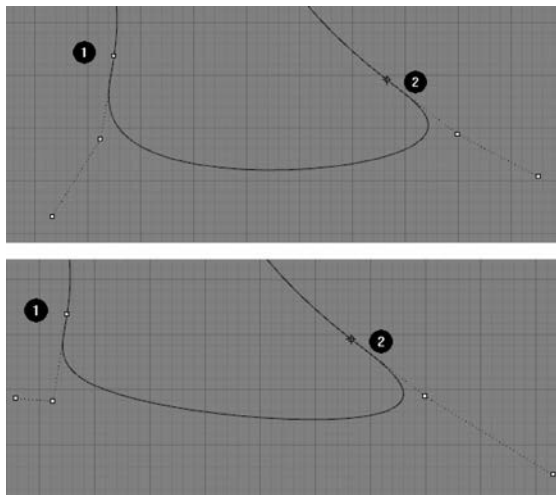

图 8-34 混接曲线不同形状的对比
(2)混接曲线 、。前者主要用于在两条曲线之间生成第三条曲线,使得两条曲线能平滑相接;后者相比前者则多了更丰富的参数控制,通过控制杆来调节混接曲线的形状,如图 8-34 所示。